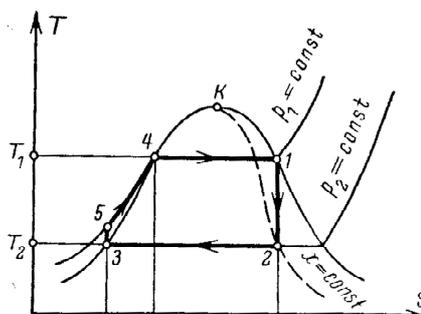

Рис. 4
17. На рис. 4 в T, s -диаграмме изображен цикл:
18. Укажите на рис. 4 процессы, в которых происходит: